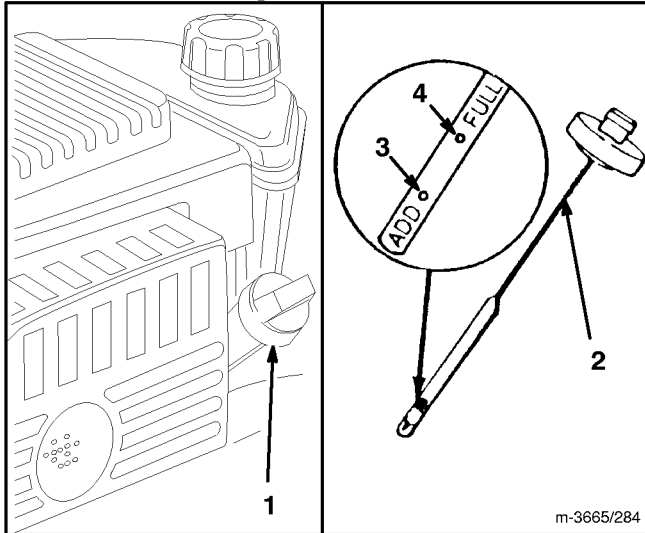

Abbildung 7
Das Kurbelgehäuse mit Öl vom Typ SAE 30 oder 10W30 füllen, bis der Ölstand die Markierung VOLL auf dem Meßstab erreicht (siehe Abb. 7). Das Kurbelgehäuse faßt maximal 0,65 Liter Öl. Verwenden Sie qualitativ hochwertige Öle, die den API (American Petroleum Institute) Normen SF, SG, SH oder SJ entsprechen.
Vor jedem Gebrauch sicherstellen, daß sich der Ölstand zwischen den am Ölmeßstab angebrachten Markierungen FULL (VOLL) und ADD (NACHFÜLLEN) befindet (Abb. 7). Öl nachfüllen, falls der Ölstand zu niedrig ist.
3. Meßstab abwischen und in den Einfüllstutzen einführen. Verschuß 1/4-Drehung im Uhrzeigersinn drehen. Danach Ölmeßstab wieder herausziehen und Ölstand kontrollieren (Abb. 7). Ist der Ölstand zu niedrig, nur soviel Öl nachfüllen, bis die Markierung FULL am Ölmeßstab erreicht ist. **AUF KEINEN FALL ÜBER DIE VOLL-MARKIERUNG HINAUS AUFFÜLLEN; DA DIES ZU SCHÄDEN AM MOTOR BEIM STARTEN FÜHREN KANN. ÖL LANGSAM EINFÜLLEN.**